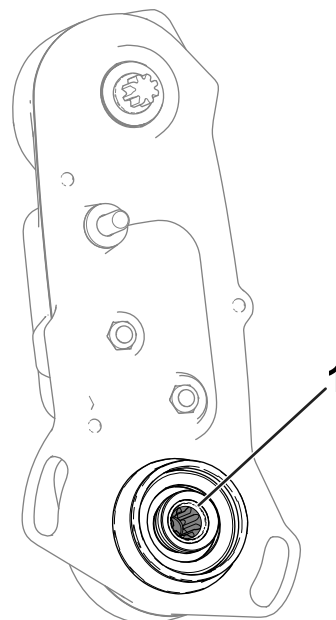

Figura 13
3. Compruebe el interior del árbol de transmisión del molinete (Figura 13) para ver si queda algo de grasa.